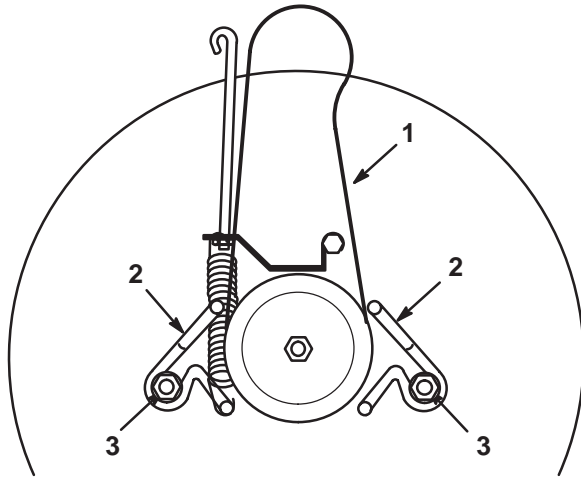

Bild 43
2. Lockern Sie die Befestigungsschrauben an der Riemenführung und bewegen diese von der Scheibe weg (Bild 43).
1. Bringen Sie den neuen Messertreibriemen an der Schnittmesser-Scheibe und in beiden Riemenführungen an (Fig. 43).
2. Stellen Sie die Riemenführungen so ein, dass sie sich 3 mm von der Scheibe befinden. Ziehen Sie die Befestigungsschrauben fest (Bild 43).